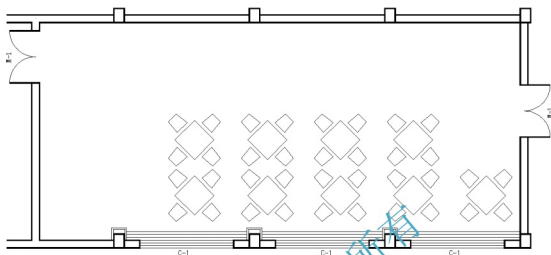

图 4.45 阵列复制四人餐桌
(11) 使用【阵列】命令复制出其他 9 组桌子和凳子, 参考参数为: 2 行、5 列、行偏移 1600, 列偏移-2100。
(12) 将右上角一组餐桌删除, 结果如图 4.45 所示。